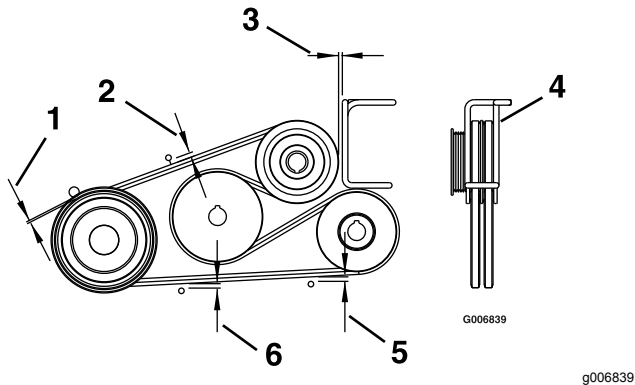

Figure 59
4. Réglez les guides de courroie comme montré à la Figure 59.